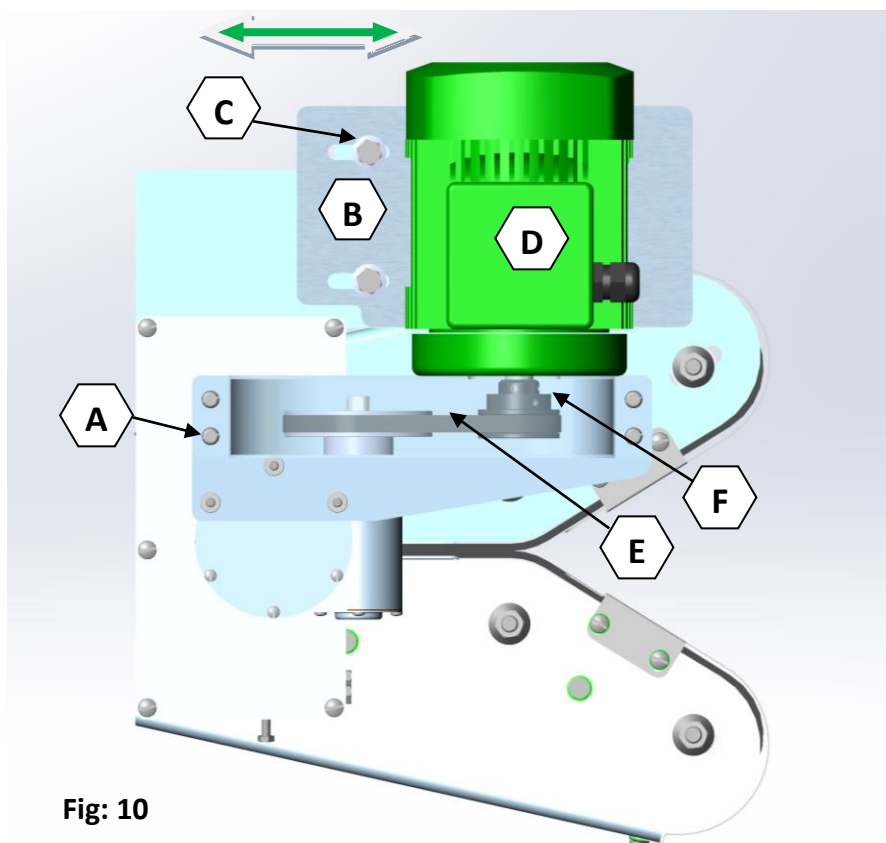

Fig: 10
1. Le moteur est équipé d'une poulie variable (F). En rapprochant les deux éléments de la poulie, l'on obtiendra une vitesse plus élevée ; si la distance entre les deux éléments augmente, la vitesse sera donc plus faible.
2. Veillez à ce que la courroie d'entraînement ne touche pas le sol car cela l'endommagerait (FIG 10)